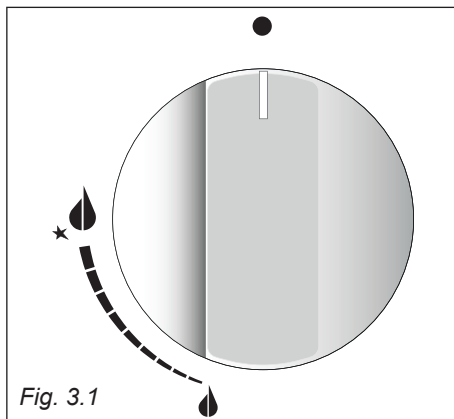

Fig. 3.1
L'afflusso del gas ai bruciatori è regolato da un rubinetto valvolato comandato dalla manopola di fig. 3.1.
- ✓ L'accensione elettrica è incorporata nelle manopole dei bruciatori e si identifica per il simbolo “★” vicino al simbolo “” (fig. 3.1).